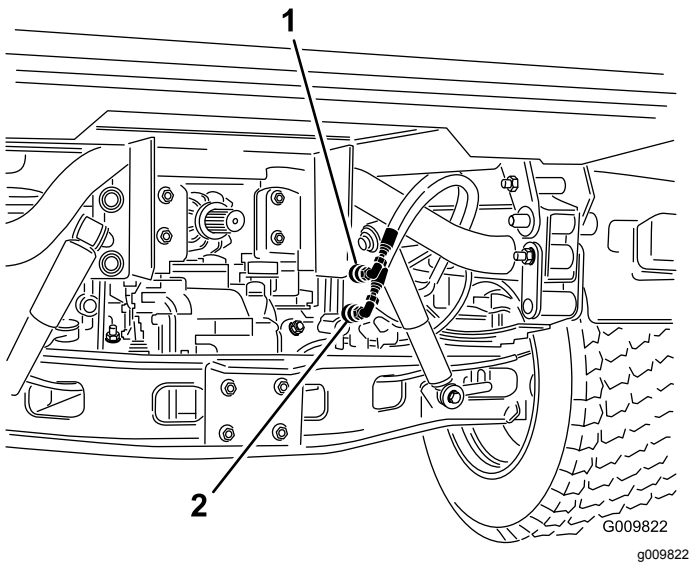

図 83
- それぞれの車両で、クイックカップラホース 2 本を、カップラブラケットのホースから外す 図 83。